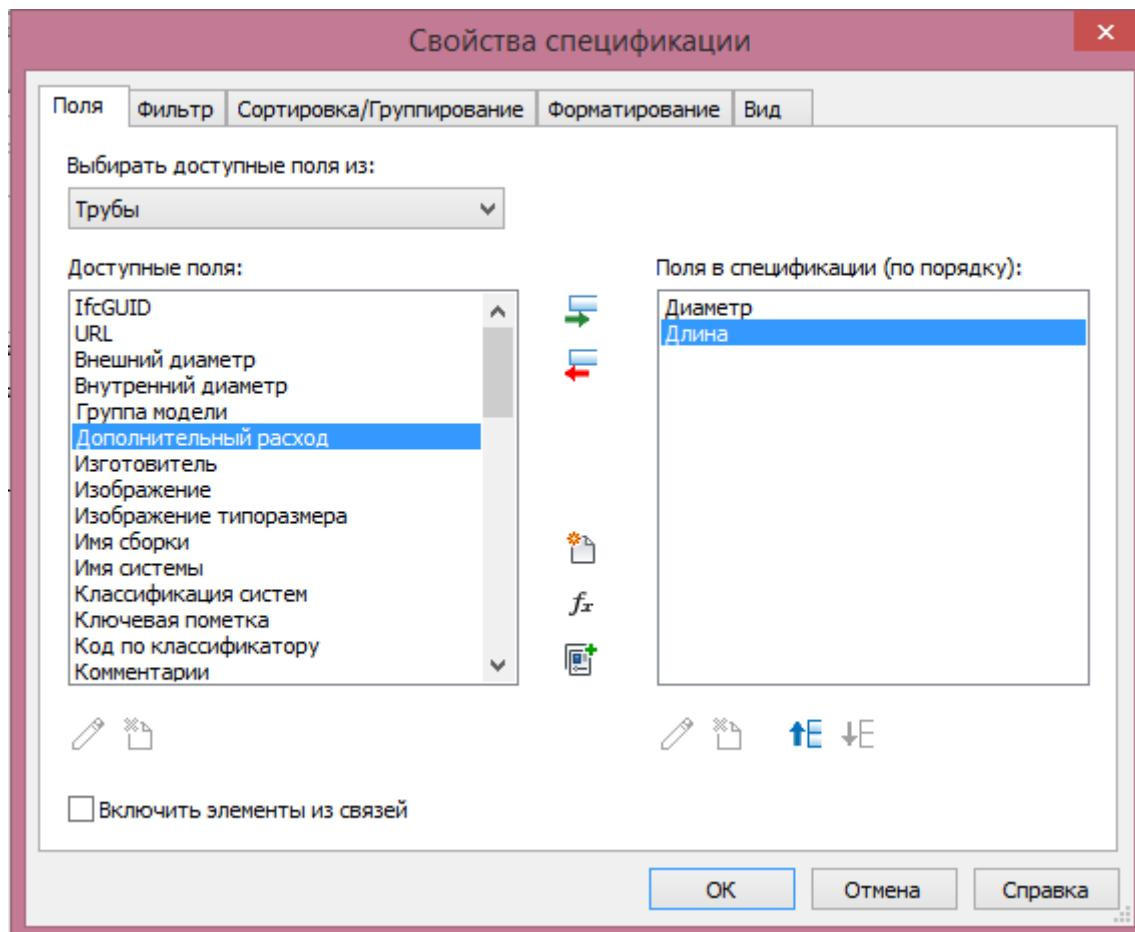

Рисунок 5.24. Настройка полей спецификации
4. Далее нажать «OK», и в появившемся окне «Свойства спецификации» из перечня «Доступных полей» выбрать нужные для спецификации поля – «Диаметр» и «Длина» (рисунок 5.24).